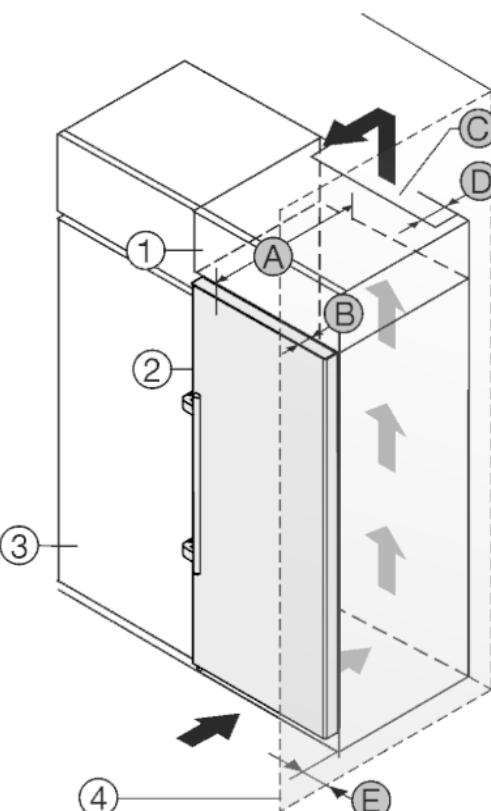

Fig. 28
L'appareil peut être réagencé avec des buffets de cuisine. Pour adapter l'appareil Fig. 28 (2) à la hauteur du coin cuisine, une rehausse Fig. 28 (1) peut être posée sur l'appareil.
L'appareil peut être installé directement à côté du buffet de cuisine Fig. 28 (3). Pour pouvoir ouvrir complètement les portes, l'appareil doit déborder de la profondeur Fig. 28 (B) par rapport à la façade du buffet. L'appareil peut déborder encore plus en fonction de la profondeur des buffets et de l'utilisation de cales d'épaisseur.
- Une sortie d'air avec la profondeur *Fig. 28 (D)* doit être présente au dos de la rehausse sur toute sa largeur.
- La section de ventilation *Fig. 28 (C)* sous plafond doit être respectée.
Si l'appareil avec les charnières est installé près d'une paroi *Fig. 28 (4)*, la distance *Fig. 28 (E)* entre l'appareil et la paroi doit être respectée. Ceci correspond à la sangle de la poignée avec la porte ouverte.